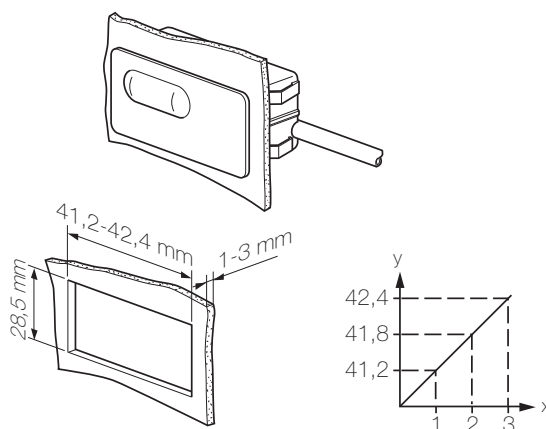

Fig. 57 Einbaumontage
- Bereiten Sie den Ausschnitt für das IR-Auge vor (Standardmasse für die Montage und Schnappbefestigung siehe Fig. 57). Je nach Stärke des Bleches x (1...3 mm), in welches das IR-Auge eingesetzt werden soll, variiert die Länge des Ausschnittes y zwischen 41,2 und 42,4 mm (siehe Fig. 57).